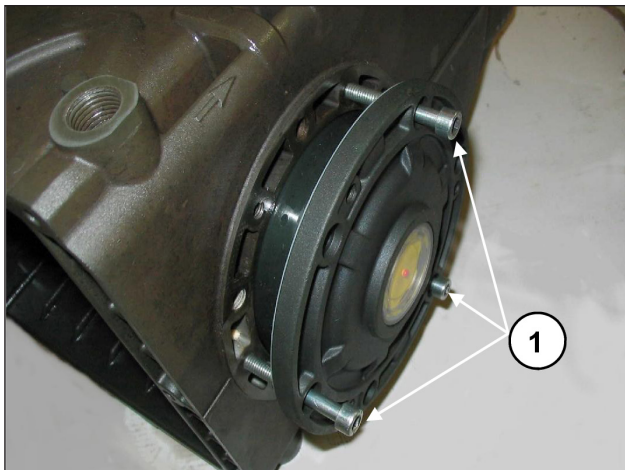
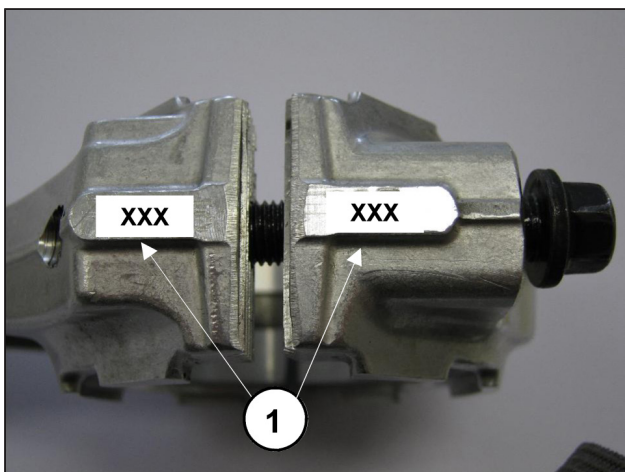

Fig. 8
Fig. 9
Para facilitar la introducción del primer tramo y de las tapas sobre el cárter, se recomienda utilizar 3 tornillos M6 x 40 parcialmente roscados, (Fig. 8, pos. ①) para después completar la operación con los tornillos incluidos en la dotación (M6x18).
- Acoplar los sombreretes de la biela a los correspondientes cilindros siguiendo la numeración (Fig. 9, pos. ①).
Para aproximar las dos tapas laterales al cárter, se pueden utilizar 3 tornillos M6x40 durante la primera fase de orientación (como se indica en Fig. 8) y los tornillos específicos para la fijación final.
Después de haber desmontado las tapas laterales, tal y como se indica en el punto 2.1.1, retirar el casquillo externo de los cojinetes de las correspondientes tapas y el casquillo interno con la parte restante del cojinete, de los dos extremos del eje utilizando un normal "arrancapasador" o herramienta equivalente como se indica en las Fig. 8 y Fig. 9.